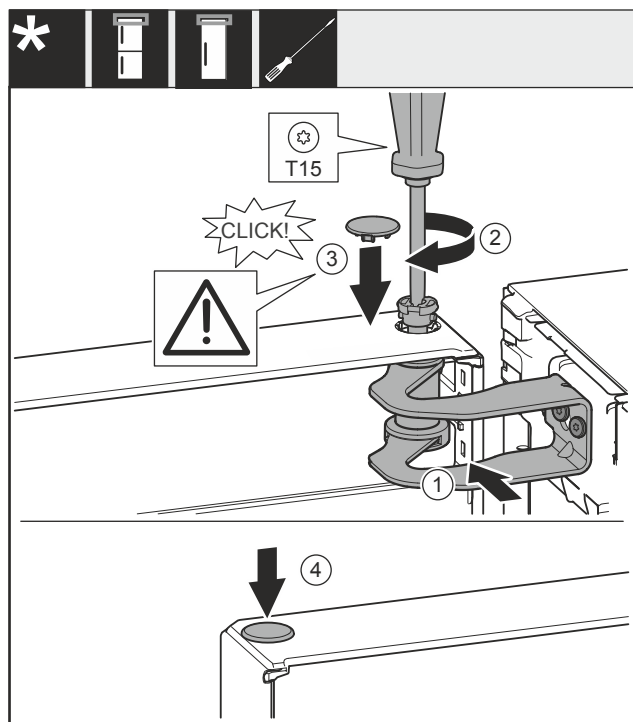

Fig. 57
- Выровняйте дверь по отверстию в опорном кронштейне Fig. 57 (1).
- Вставьте палец Fig. 57 (2) и затяните отверткой.
- Установите крышку Fig. 57 (3).
- ▶ Проследите за тем, чтобы крышка Fig. 57 (3) прилегала к дверям.
- ▶ Установите крышку Fig. 57 (4).